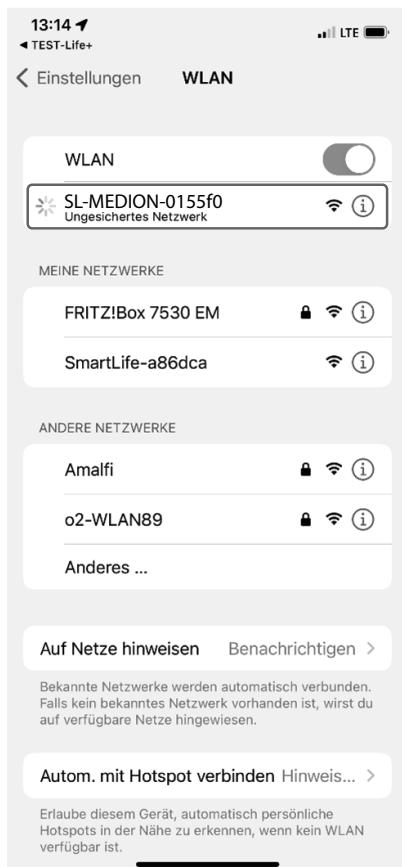

Fig. 7
- Ahora seleccione en su *smartphone/tablet* la red del robot aspirador y friegasuelos **SL-MEDION-XXX** en el apartado «Redes disponibles» (véase fig. 7).